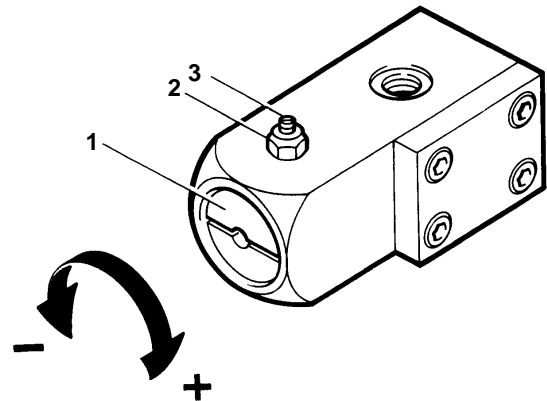

Fig. 31 Válvula de mantenimiento de presión
La válvula de mantenimiento de presión viene ajustada de fábrica a la presión exigida, y por lo general no requiere mantenimiento o reajuste. En caso de que fuera necesario reajustar esta válvula, afloje la contratuerca (2) y ajuste el tornillo de ajuste (3) a la presión deseada con la ayuda de un destornillador apropiado (1, Fig. 31).